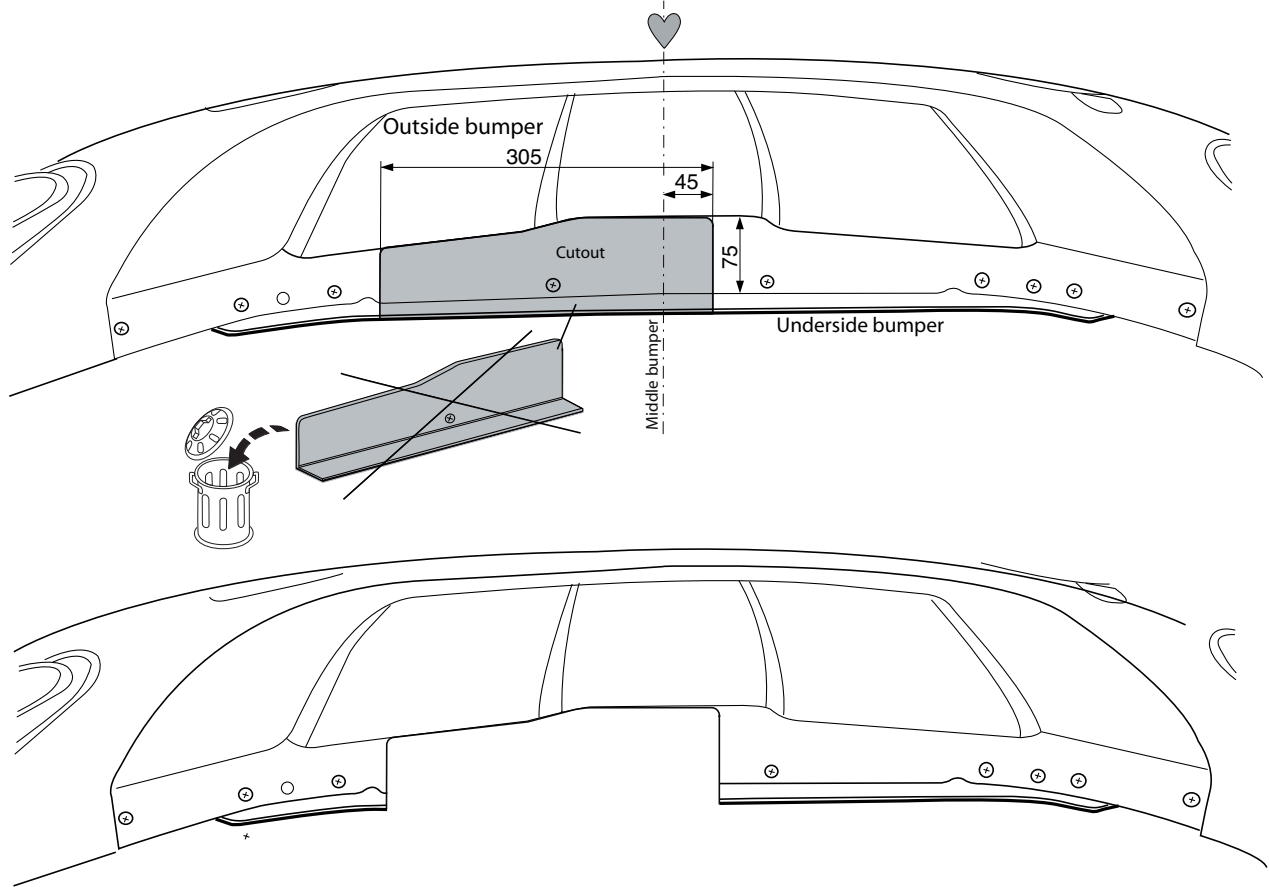

Fig. 2
2. Выпилить обозначенные части, как указано на рис. 2.